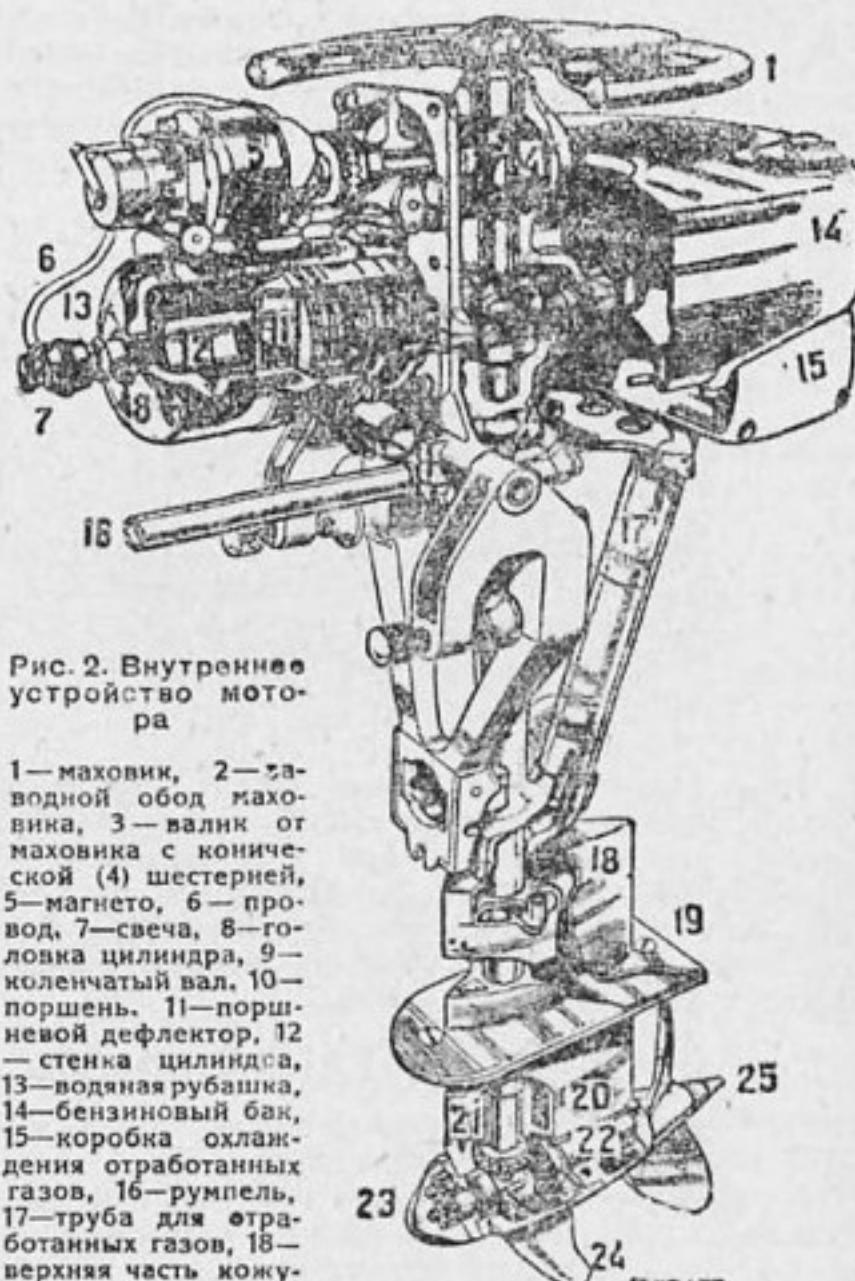

Рис. 2. Внутреннее устройство мотора
Перейдем теперь от внешнего вида к внутреннему устройству двигателя, начав с его верхней части (рис. 2). Крепкий стальной маховик (1) снабжен заводным ободом (2), который охватывается ремнем; маховик приводится в быстрое вращение, чтобы пустить в ход двигатель; большой диаметр заводного обода и
Весь корпус двигателя сделан из алюминиевого сплава, чтобы предупредить его разъедание соленой водой. Магнето отличается безусловной водонепроницаемостью; можно вылить на него несколько ведер воды, но искра будет подаваться им безостановочно. Рабочие части двигателя отличаются высокой уравновешенностью, а потому даже при 4500 оборотах не вызывают сильного дрожания корпуса. Наконец, рис. 2 показывает нам, каким образом вертикальный вал, приводимый в движение коленчатым валом, сцеплен коническими шестернями с горизонтальным валиком, на котором насажен гребной винт с двумя лопастями.